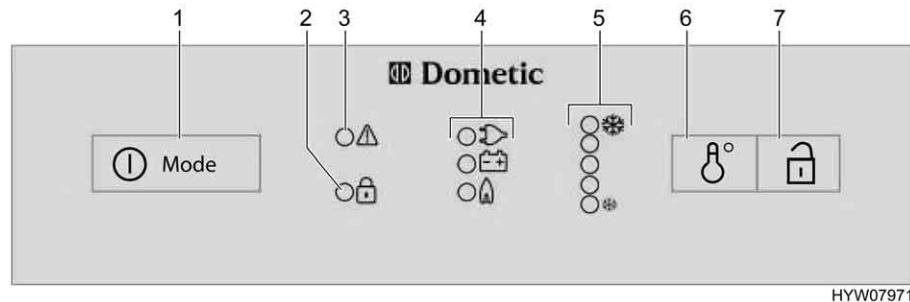

Fig. 189 Boutons de commande pour le réfrigérateur (Dometic Série 8 avec SMSE)
- Appuyer sur le commutateur/sélecteur de source d'énergie (Fig. 189,1) pendant 2 secondes pour mettre l'appareil en marche. La DEL du dernier mode de fonctionnement sélectionné s'allume.
- Si nécessaire, appuyer brièvement plusieurs fois sur le commutateur/sélecteur de source d'énergie (Fig. 189,1) jusqu'à ce que le voyant de contrôle gaz "🔥" s'allume. L'arrivée de gaz est ouverte. L'allumage s'effectue de manière automatique. Un tic-tac est distinctement perceptible jusqu'à ce que la procédure d'allumage soit effectuée avec succès.
- Régler la température de réfrigération avec l'interrupteur réglage de la température (Fig. 189,6).
- Si nécessaire, appuyer brièvement plusieurs fois sur le commutateur/sélecteur de source d'énergie (Fig. 189,1) jusqu'à ce que le voyant de contrôle 230 V "" s'allume.
- Si nécessaire, appuyer brièvement plusieurs fois sur le commutateur/sélecteur de source d'énergie (Fig. 189,1) jusqu'à ce que le voyant de contrôle 12 V "" s'allume.